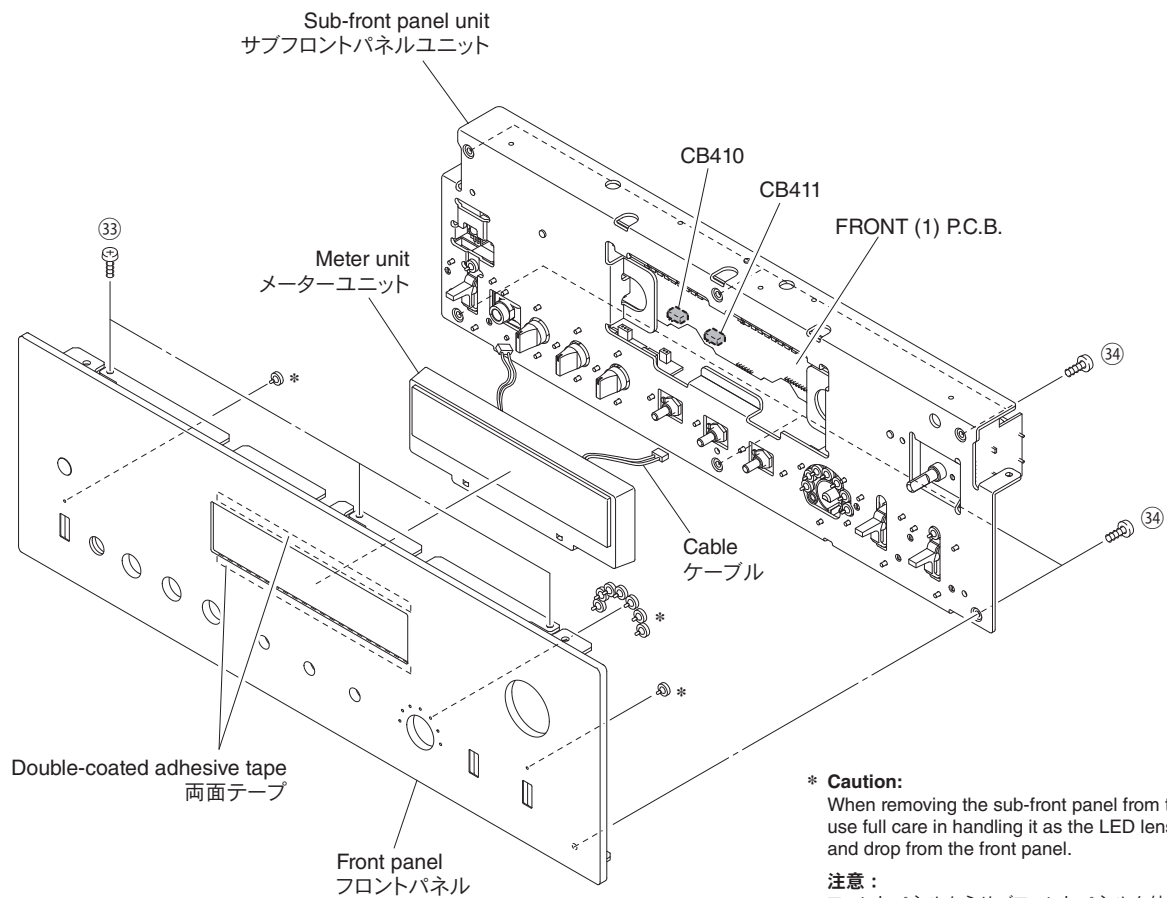

Fig. 15
- Remove 3 screws (33) and 5 screws (34). (Fig. 15)
- Remove CB410 and CB411. (Fig. 15)
- Remove the sub-front panel unit. (Fig. 15)
- Remove the meter unit. (Fig. 15)
- ③のネジ3本、④のネジ5本を外します。(Fig. 15)
- CB410、CB411を外します。(Fig. 15)
- サブフロントパネルユニットを外します。(Fig. 15)
- メーターユニットを外します。(Fig. 15)